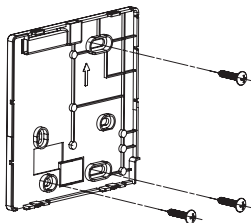

Abb. 3
2.3.2 Montieren Sie die Rückseiten-Abdeckung mit drei M4x20-Schrauben an der Wand (Abb. 3).